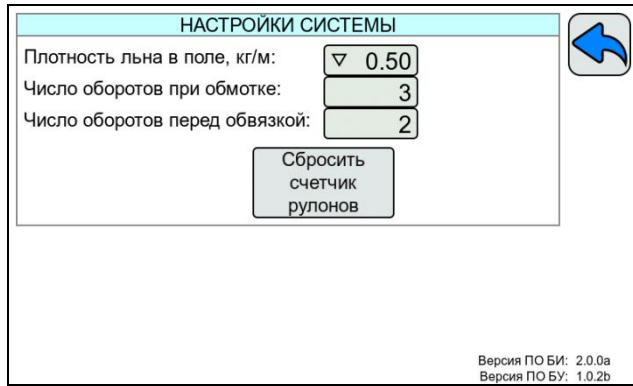

Рисунок 3.4
3.3.4.1 На экране настроек системы (рисунок 3.4) можно установить плотность льна в поле, количество оборотов при обмотке и количество оборотов перед обвязкой, выполнить сброс счетчика рулонов.